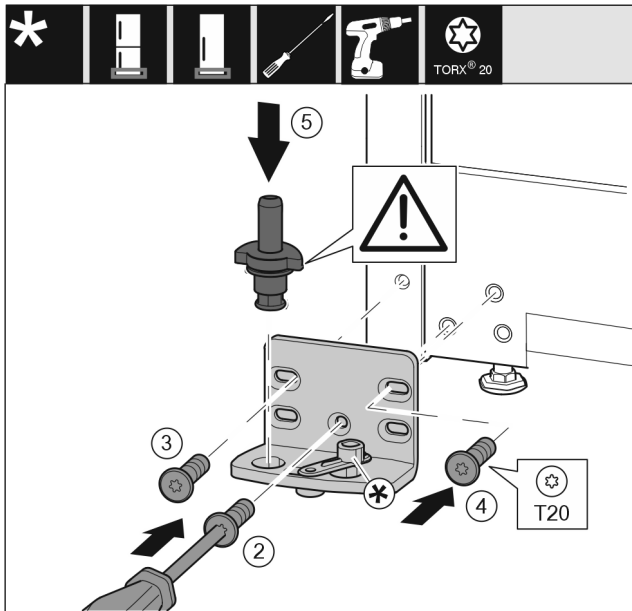

Fig. 16
- ▶ Ložiskovú konzolu nasadíte na druhú stranu a priskrutkujete ju pomocou skrutkovača T20. Začnete skrutkou 2 dole v strede. Fig. 16 (2)
- ▶ Pevne zaskrutkujete skrutku 3 a 4. Fig. 16 (3,4)
- ▶ Ložiskový čap úplne nasadíte. Dbajte pritom na to, aby zaistovací doraz ukazoval smerom dozadu. Fig. 16 (5)